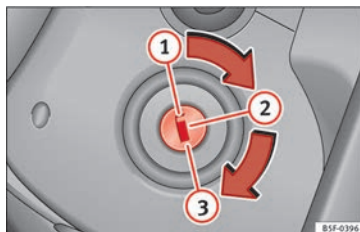

Fig. 198 Posiciones de la llave del vehículo.
Llaves del vehículo » » » fig. 198
3.	Sólo en los vehículos con motor diésel: para el precalentamiento, gire la llave en la cerradura de encendido a la posición » fig. 198 ② . En el cuadro de instrumentos se ilumina el testigo de control » .